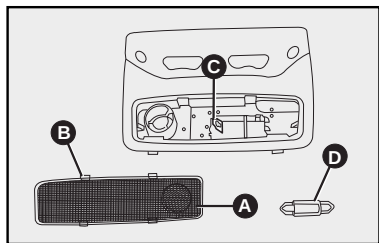

fig. 33
- saque la lente **A-fig. 33** empujando las trabas **B** y sustituya el bombillo **D**, recolocando el nuevo bombillo en el alojamiento **C**;